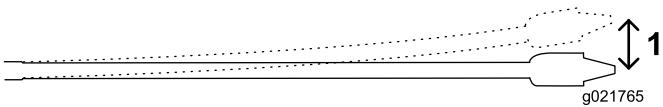

Bild 25
Die mit dieser Maschine verwendeten 3 m langen Rohre können sich über die Länge des Rohrs um bis zu 8 % biegen. Das entspricht einer Biegung von maximal 20 cm aus der Geraden (Bild 25).
- Senken Sie die ersten 3 m der Bohrkrone bzw. des Rohrs ohne Lenkung in den Boden. Das Ende der Bohrkrone befindet sich in einer Tiefe von 76 cm (Bild 25).